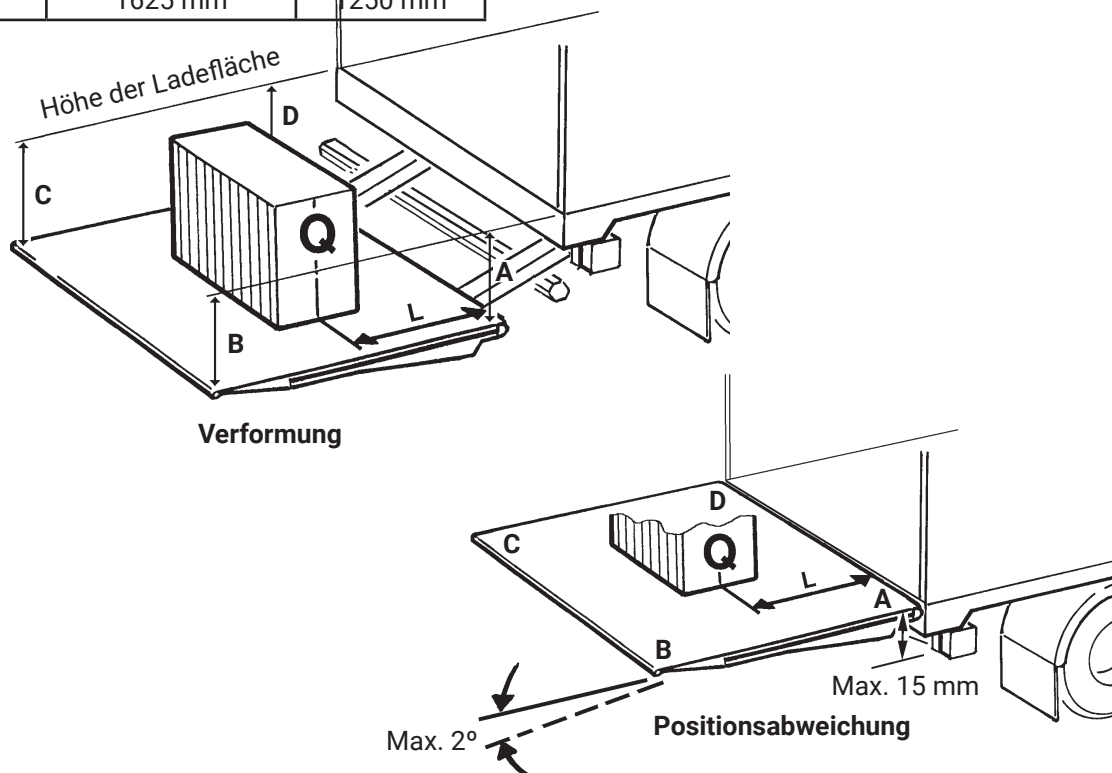

Abbildung 98. Prüfung und Abnahme
- Die Ladebordwand auf halber Höhe zur Ladefläche und mit horizontal ausgerichteter Plattform anbringen. Die Abmessungen A-B-C-D gemäß Abbildung messen und vergleichen, siehe Abbildung 98.